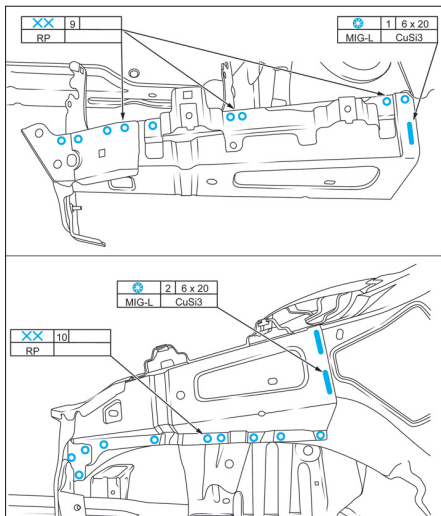

FIG. 8
- Souder la joue d'aile avant (Fig.8).